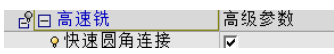

图 3-176 高速铣（4）
- 展开“高速铣”选项，选中“快速圆角连接”复选框，如图 3-176 所示。